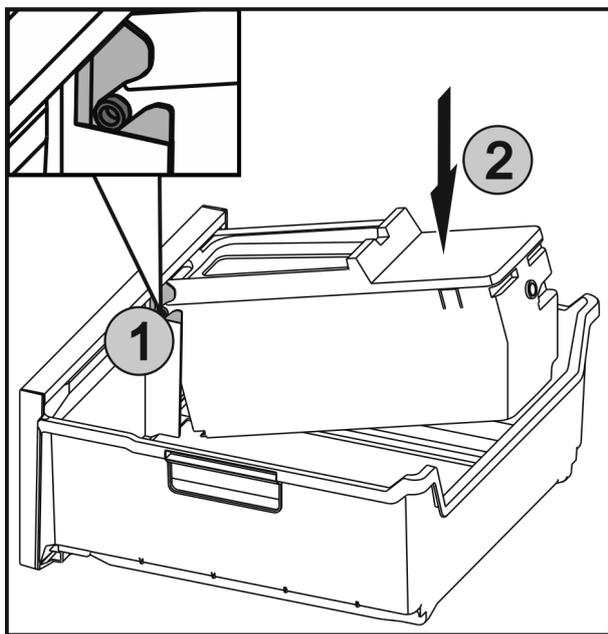

Fig. 50
- Inserire gli assi Fig. 50 (1) di EasyTwist-Ice nelle guide e premere la parte posteriore Fig. 50 (2) finché la linguetta non si innesta.